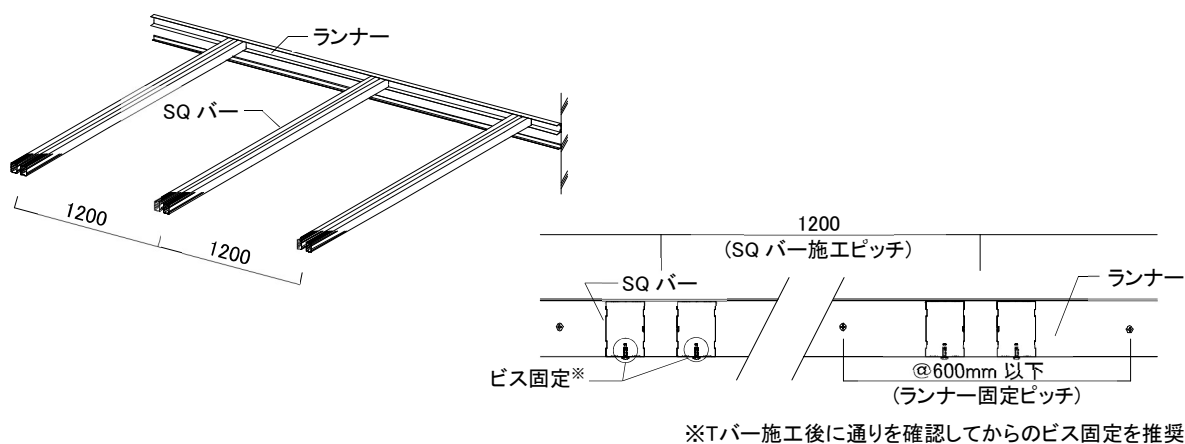

図2-4-2 SQバーの取付け
- ② メイン T バーの吊り位置を確認し、横架材(以下「SQ バー」という。)施工ピッチを確認する。(図 2-4-2 参照) SQ バーは@1200mm に 2 本設置する。